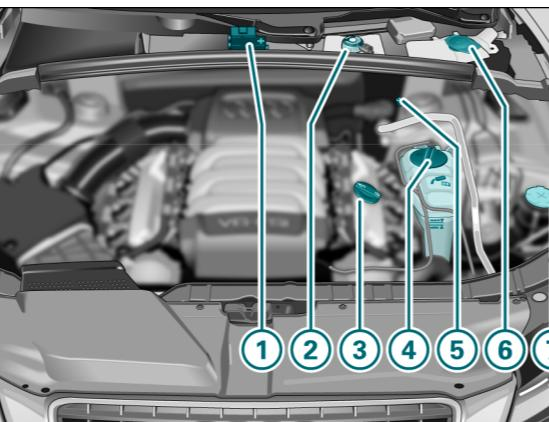

图 242 储液罐和发动机机油加注口的典型布置
- ① 在一个盖板下面的跨接启动接线柱 (+), 212, 236
- ② 制动液储液罐 () 210
- ③ 发动机机油加注口 () 207
- ④ 冷却液补偿罐 () 209
- ⑤ 带六角螺栓头的跨接启动点 (-), 212, 236
- ⑥ 车窗玻璃清洗液储罐 () 213
- ⑦ 转向助力器的储液罐 179
发动机机油加注口 ⇒ 图 242 (位置 ③ 和) 根据发动机型号可能安装在不同位置 ■